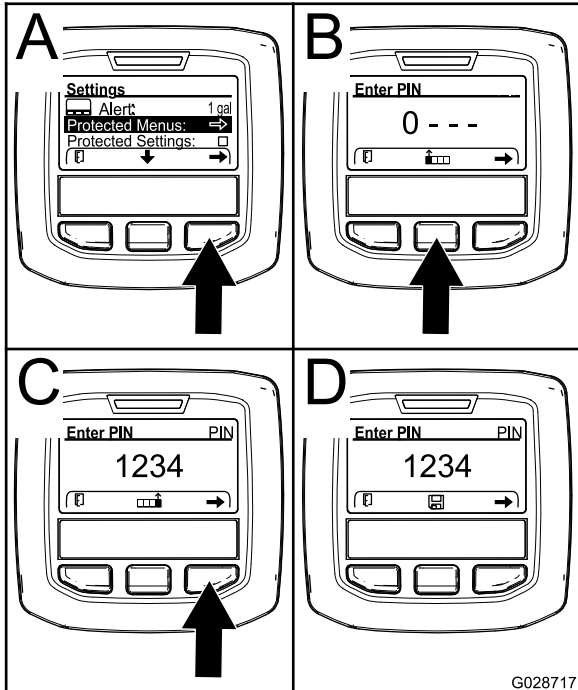

Figure 12
3. Appuyez sur le bouton de sélection droit pour sélectionner les menus protégés (A de Figure 12).
- Appuyez sur le bouton de sélection central (B de Figure 12) pour augmenter la valeur numérique (0 à 9).
- Appuyez sur le bouton de sélection droit (C de Figure 12) pour amener le curseur à la valeur numérique suivante à droite.
**Remarque:** L'icône de sauvegarde s'affiche alors au-dessus du bouton de sélection central (D de Figure 12).